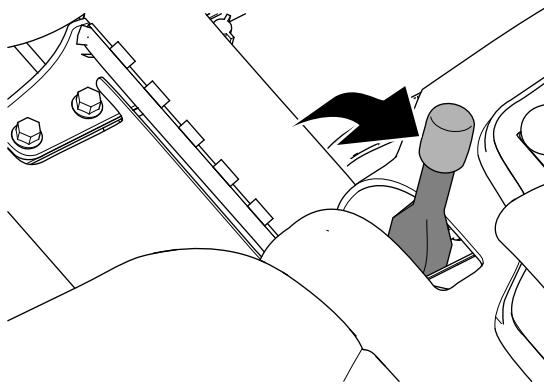

Bild 33
- Aktivieren Sie die Feststellbremse (Bild 33).